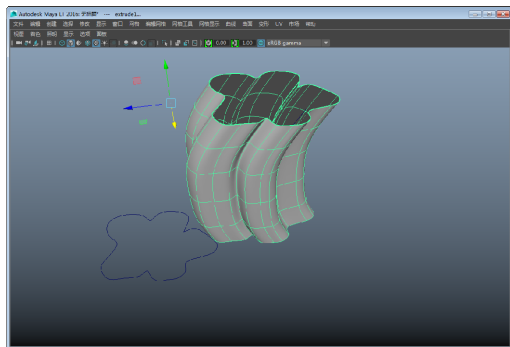

图 3-37 平坦挤出方式
(2) 平坦：如果选中该单选按钮，则轮廓线不会跟随路径曲线的弯曲而进行扫描，仅仅是在扫描过程中产生适当的变形，如图 3-37 所示。